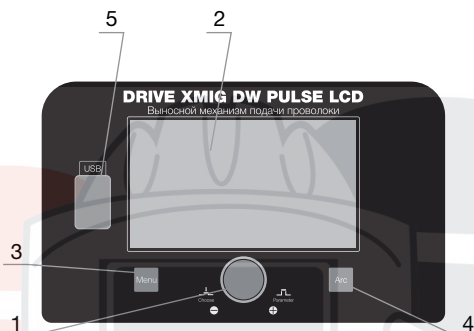

Рис. 9.1
4. Вращайте регулятор 1 (Рис. 9.1) для выбора пункта настройки и подтвердите нажатием.
5. Нажатием на регулятор 1 (Рис. 9.1) выберите нужный параметр. Выставьте необходимое значение выбранного параметра вращением регулятора 1 (Рис. 9.1).
2. Выбор типа сварки: вращайте регулятор 1 (Рис. 9.1) до выбора метода сварки.
3. Подтвердите нажатием на регулятор 1 (Рис. 9.1).
Нажатием на регулятор 1 (Рис. 9.1) выберите нужный параметр. Выставьте необходимое значение выбранного параметра вращением регулятора 1 (Рис. 9.1).
Подтвердите нажатием на регулятор 1 (Рис. 9.1).
3. Последовательно выбирайте вращением регулятора 1 (Рис. 9.1) и подтверждаете нажатием:
2	Индикация напряжения сварки и коррекции напряжения (при вращении регулятора 1 (Рис. 9.1) с разблокированным символом 13 (см. таб. п. 8))
Нажатием на регулятор 1 (Рис. 9.1) выберите нужный параметр. Выставьте необходимое значение выбранного параметра вращением регулятора 1 (Рис. 9.1). Для настройки параметров, регулируемых с параметрической кривой нажмите кнопку под символом 1 (таб. п. 8) и обратитесь к главе 18.
Последовательно выбирайте вращением регулятора 1 (Рис. 9.1) и подтверждайте нажатием: тип сварочной проволоки, вид защитного газа и диаметр проволоки.